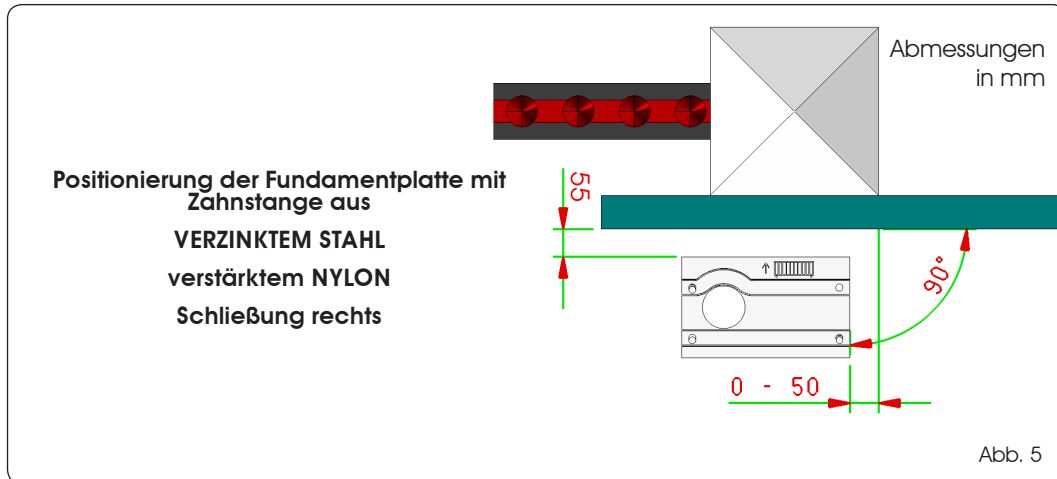
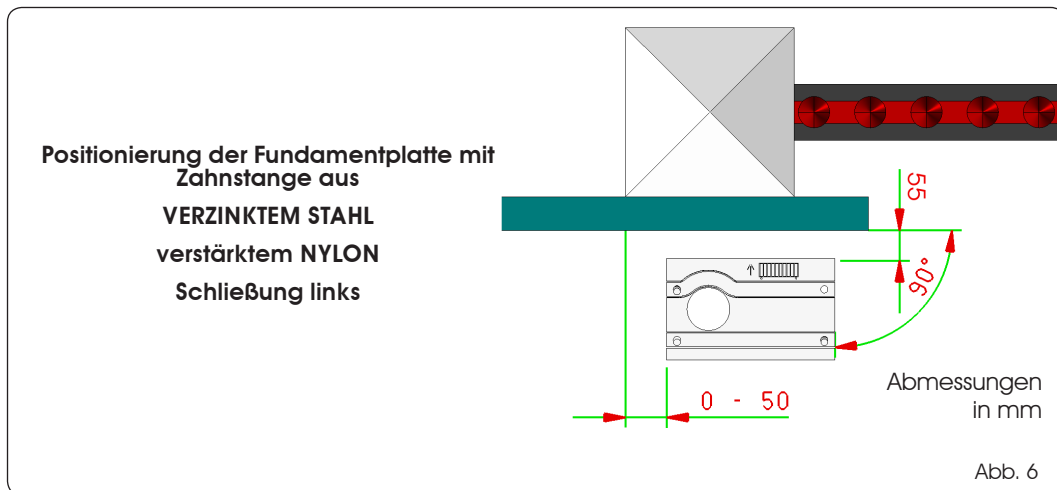

Abb. 5
Abb. 6
2. Die Grundplatte muss gemäß Abb. 5 (Schließung rechts) oder Abb. 6 (Schließung links) positioniert werden, um ein korrektes Eingreifen zwischen Ritzel und Zahnstange zu gewährleisten.